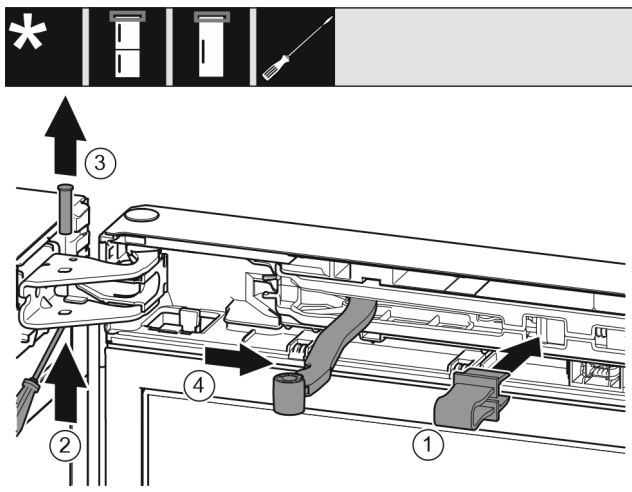

Fig. 8
- ▶ Fixaţi în poziţie siguranţa în deschizătură. Fig. 8 (1)
- ▶ Extrageţi bolţul cu şurubelniţa. Fig. 8 (2)
- ▶ Extrageţi în sus bolţul. Fig. 8 (3)
- ▶ Rotiţi articulaţia în direcţia uşii. Fig. 8 (4)